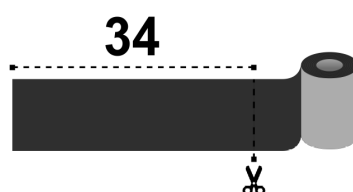
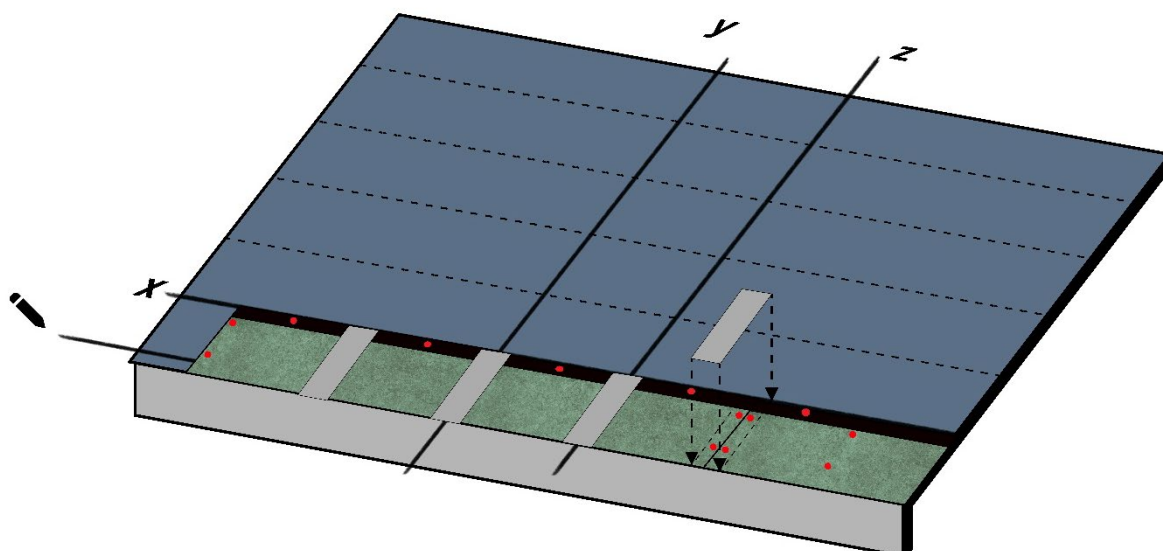
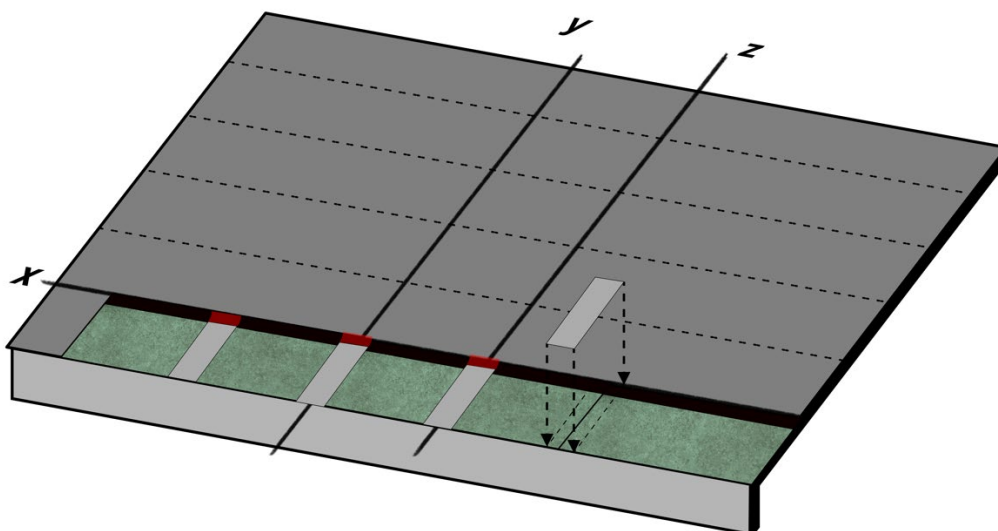
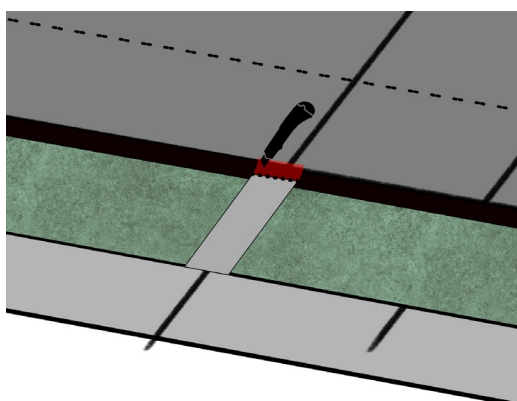

Fig. 7 - Compact Strip
Fig. 8 - Posa del Compact Strip
Fig. 19 - Installazione del Compact Strip
Fig. 20 - Taglio del film superiore del Compact Strip
- Dal rotolo di sigillante Compact Strip, tagliare dei pezzi di lunghezza 34cm - Fig. 7. Posizionare un primo pezzo così predisposto di Compact Strip al centro della giunzione tra due tegole consecutive (Fig. 8) ed un secondo pezzo di Compact Strip in mezzera alla tegola, applicando una pressione tale da ottenere una perfetta adesione con il substrato. Non rimuovere il film superiore antiaderente della striscia di Compact Strip. Il Compact Strip così posizionato andrà a sigillare i chiodi posati.
- Dal rotolo di sigillante Compact Strip, tagliare dei pezzi di lunghezza 34cm - Fig. 7. Posizionare il primo pezzo così predisposto di Compact Strip al centro della giunzione tra due tegole consecutive (Fig. 19) e un secondo pezzo al centro della tegola stessa, applicando una pressione tale da ottenere una perfetta adesione con il substrato. Non rimuovere il film superiore antiaderente della striscia di Compact Strip, ma tagliarne solo la parte superiore indicata in rosso in Fig. 20, in modo da esporre una parte di nastro butilico.